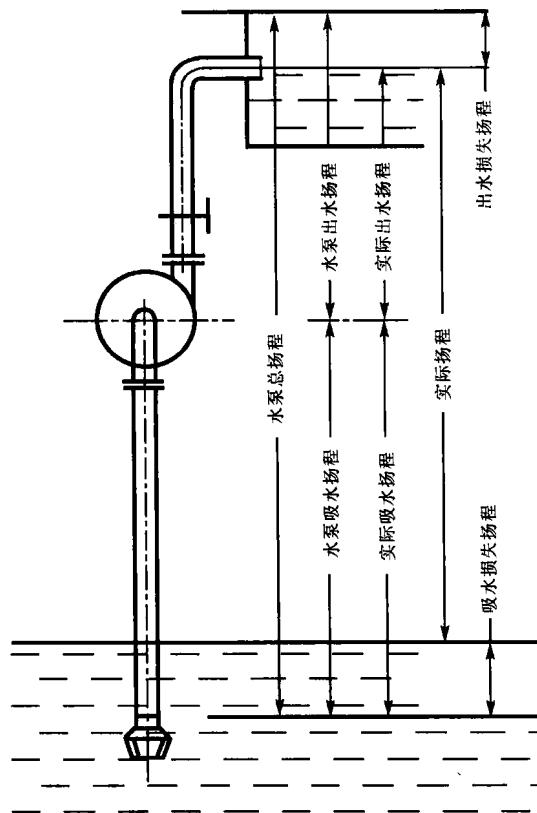

图 1-1 水泵扬程示意图
2. 水泵总扬程的确定 水泵的总扬程是指水泵的实际扬程与损失扬程之和,常用 H 表示,单位是“米”或其他长度单位,见图1-1 所示。